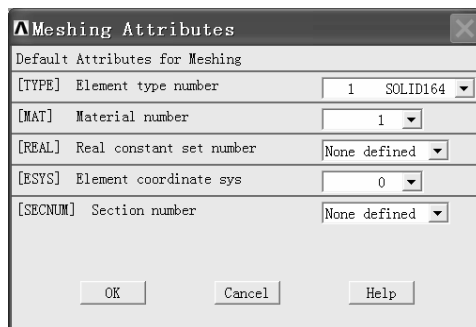

图 1-35 “Meshing Attributes” 窗口
(13) 在“MeshTool”窗口中的“Element Attributes:”处选择“Global”，再单击该方框后的“Set”按钮，弹出“Meshing Attributes”窗口（见图 1-35）。